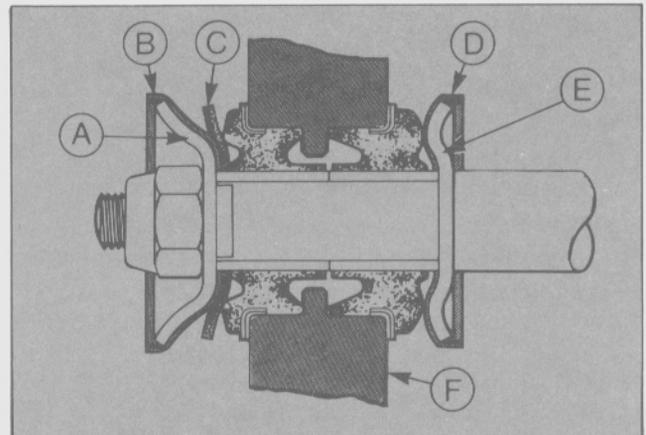

Fig. 14. Fijación de la barra estabilizadora al brazo inferior
- Retirar las tuercas autofrenantes que fijan la barra estabilizadora a los brazos inferiores, las arandelas delanteras, los cubrearandelas, las arandelas especiales y los aisladores (Fig. 14).
Nota: Asegurarse que las arandelas se coloquen en la posición correcta (Fig. 14).